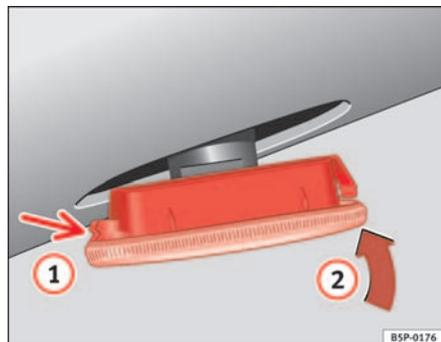

Fig. 191 Intermitente lateral
- Coloque el intermitente en primer lugar en el orificio de la carrocería, encajando las pestañas ⇒ fig. 191, flecha ①.
- Encaje la lámpara como indica la flecha ② ⇒ fig. 191 ■